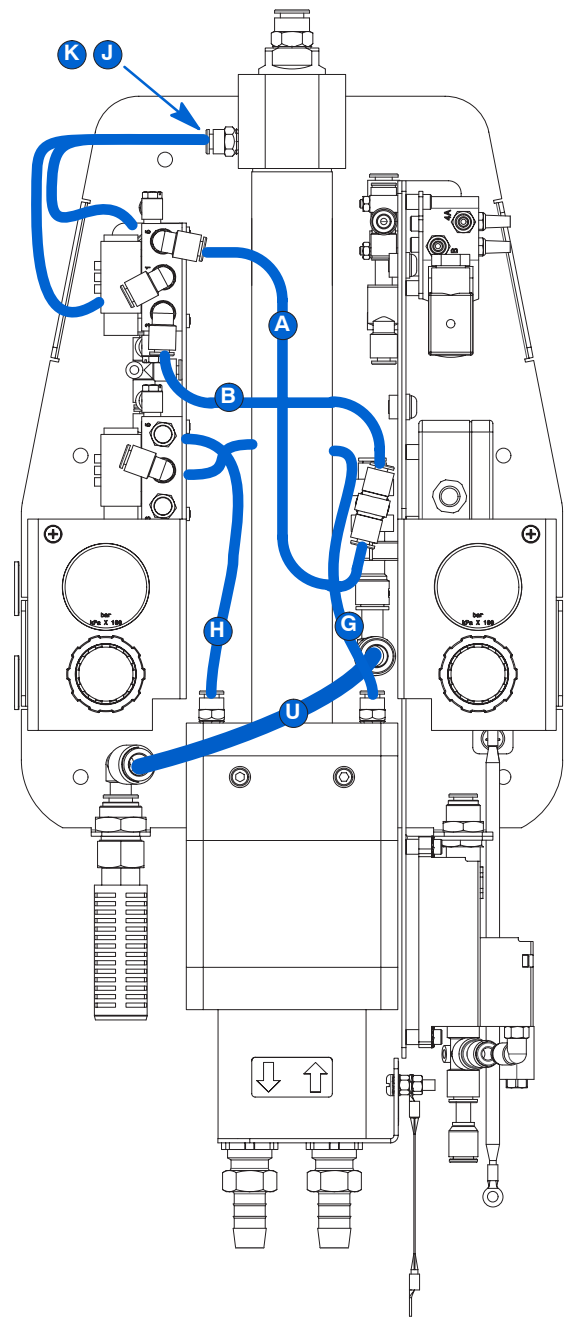
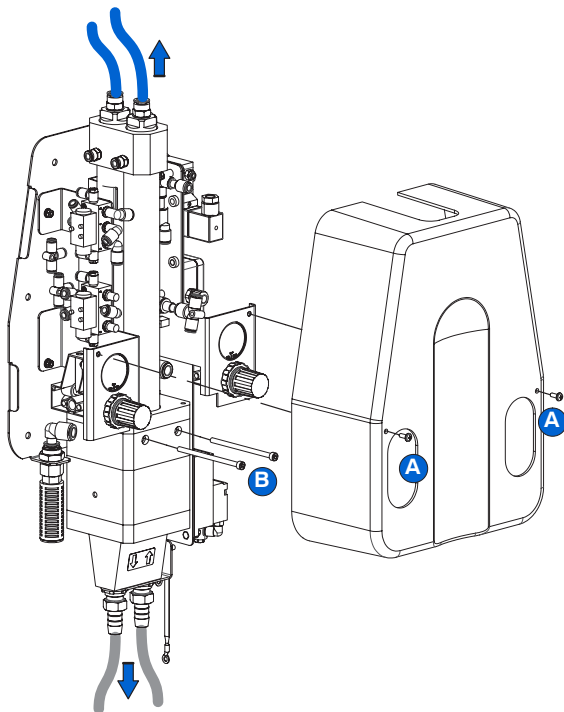

Figura 12 Scollegamento dei tubi dell'aria
Figura 11 Smontaggio del gruppo pompa
1. Vedi Figura 11. Staccare i condotti dell'aria di spurgo dalla sommità della pompa.
3. Togliere le due viti (A) e la copertura dalla pompa.
4. Vedi Figura 12. Scollegare un'estremità dei sette tubi dell'aria indicati.
NOTA: Le lettere della figura 11 corrispondono alle lettere del Diagramma dei tubi a pagina 28.
5. Vedi Figura 11. Togliere le due viti (B) che fissano il gruppo pompa alla base. Spostare il gruppo pompa su una superficie di lavoro pulita.